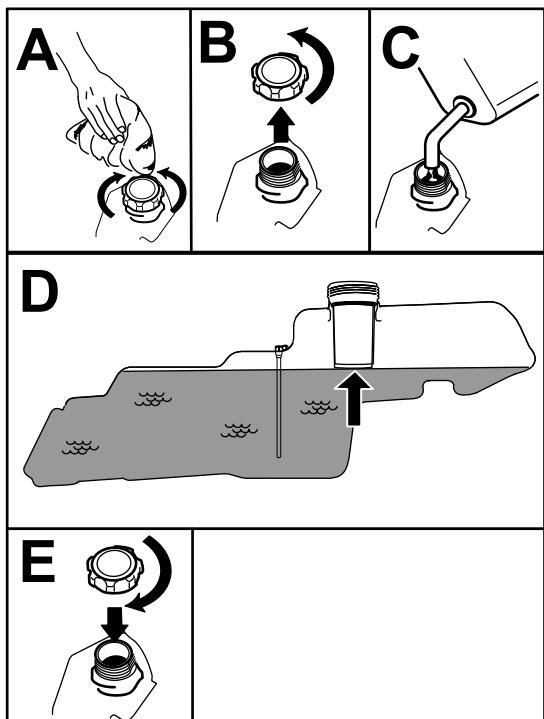

Figure 7
5. Remplissez le réservoir de carburant jusqu'au bas du goulot de remplissage (Figure 7). Ne remplissez pas complètement le réservoir de carburant.